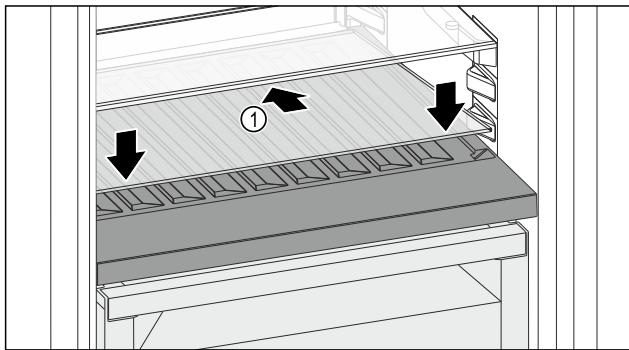

Fig. 98
- ▶ Stekleno ploščo Fig. 98 (1) namestite postrani, nagnjeno spodaj nazaj.
- ▶ Stekleno ploščo Fig. 98 (1) spustite spredaj.